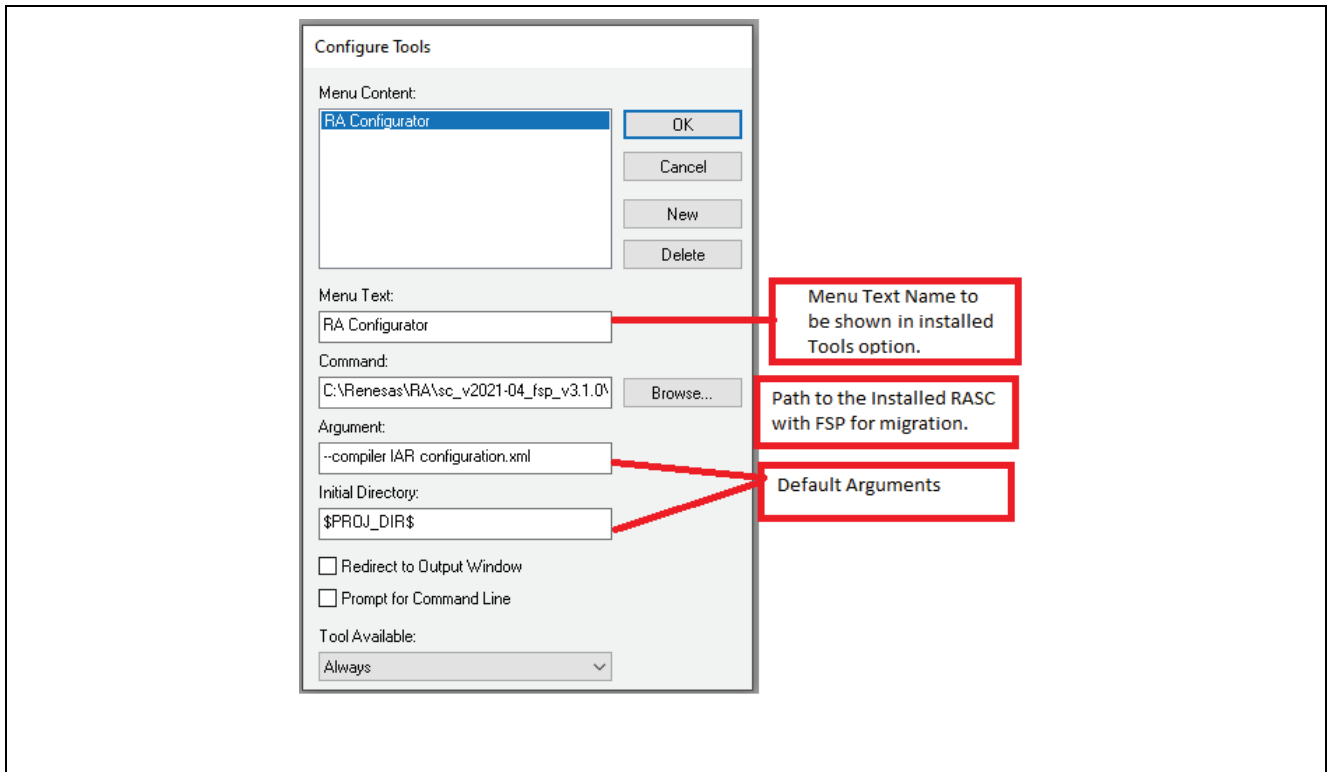

图 7. 配置工具选项
1. 单击 Configure tools → New 后出现如下界面。按图 7 进行相关配置。
2. 按照图 7 配置工具选项：